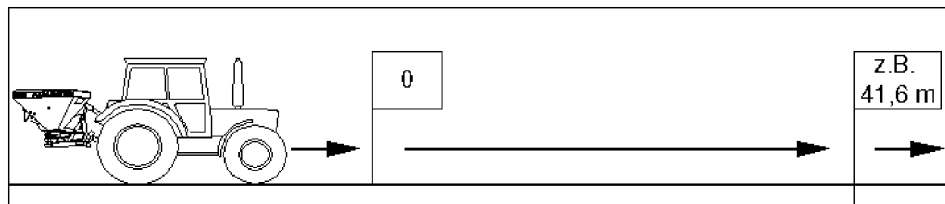

Fig. 34
- Mät upp sträckan exakt, i fältet som ska gödslas. Markera start- och slutpunkt för mätsträckan. (Fig. 34).